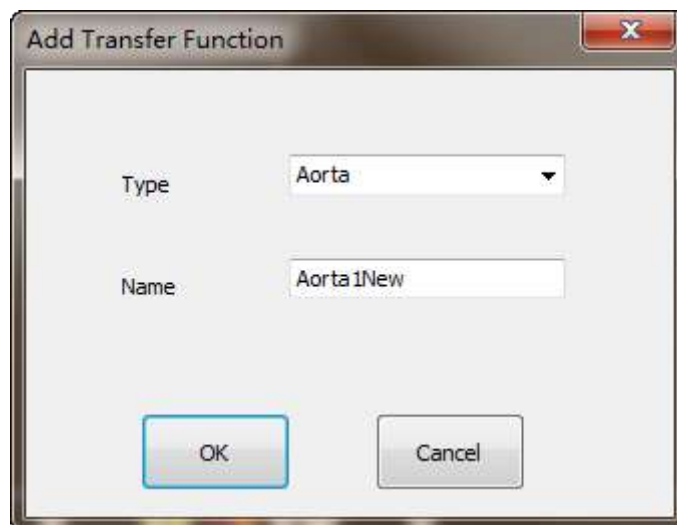

Рисунок7-11 Добавление функции передачи
(2) Нажать на команду <New> /Новый/ и всплывает изображение Рисунок7-11. Выбрать [Type] /Впечатать/ и внести новый VR-шаблон [Name] /Название/. Нажать на кнопку <OK> и Вы можете распознать текущий VR образ в качестве новой иконки VR-шаблона в перечне VR-шаблонов.